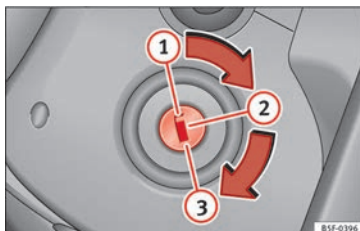

Fig. 197 Posiciones de la llave del vehículo.
Llaves del vehículo » fig. 197
Llaves del vehículo » Fig. 197
3.	Sólo en los vehículos con motor diésel: para el precalentamiento, gire la llave en la cerradura de encendido a la posición » fig. 197 ②. En el cuadro de instrumentos se ilumina el testigo de control